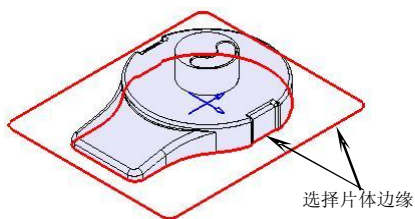
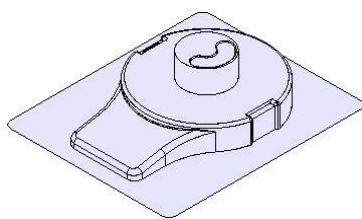

图7-37
图7-38
6. 使用【有界平面】功能，选择如图 7-37 所示的片体边缘创建有界平面，结果如图 7-38 所示。